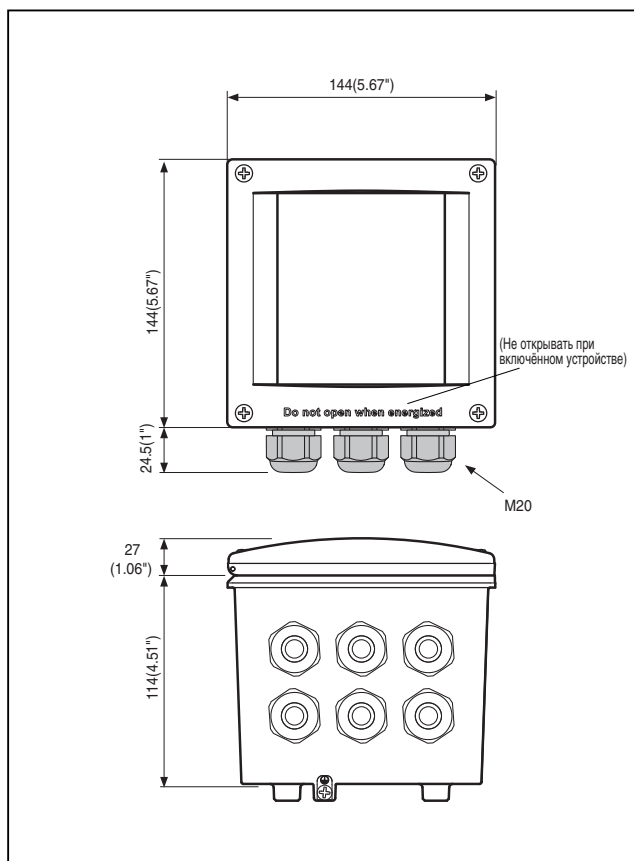

Рисунок 3-1. Габариты корпуса и расположение сальников
- Возможен доступ к кабельным сальникам (см. рис. 3-1)